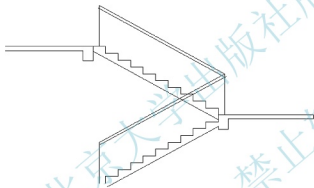

图 4.112 向下偏移扶手线
(4) 将上下行扶手线分别向下偏移 60mm, 结果如图 4.112 所示。